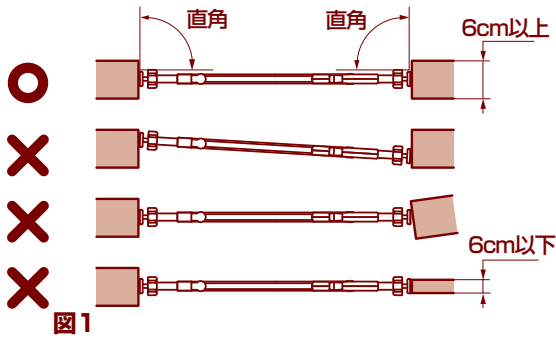

図1
- 上から見て本品が壁面と直角で、上下のアジャスターが一直線状になるように設置して下さい。(図1)
- 1 ドアの開閉方向を決めて、本品を設置場所の壁面に直角になるようにしてから(図1参照)